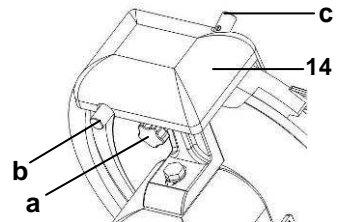

Fig. 7
- Maintenir appuyé le bouton (b, fig. 7) de l'affiloir à l'arrière de l'affûteur (1) et laisser fonctionner l'appareil pendant env. 30-40 secondes, tel qu'il se forme sur la lame des bavures (morfil).